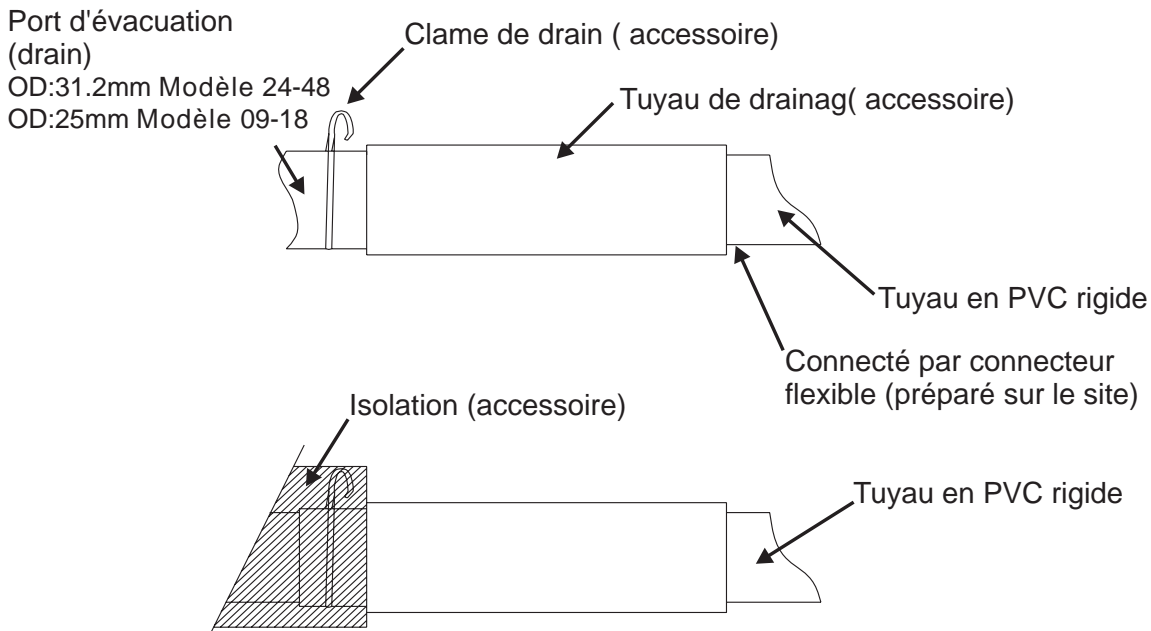

Figure 12
3. Insérez le tuyau de vidange jusqu'à ce qu'il se connecte correctement au port de drainage puis fixez-le de manière sécurisée avec la clame de tuyau (préparé sur le site)(Figure 12)
4. Après avoir vérifié le drainage, enveloppez le tuyau de vidange avec l'isolant et les clames (préparé sur le site). ( Figure.12)